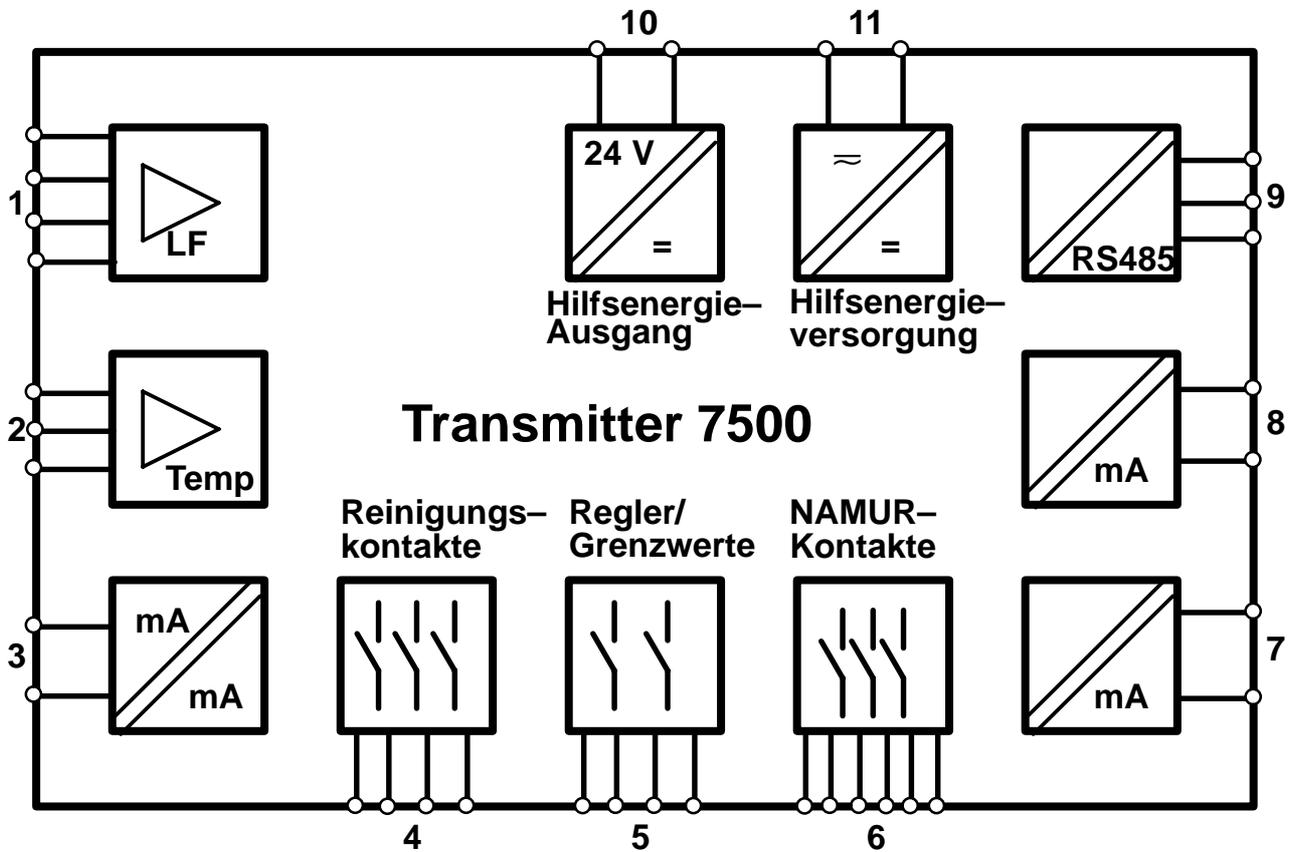

Abb. 1-1 System-Funktionen Transmitter 7500
Abb. 1-1 zeigt die Vielfalt der System-Funktionen. Es können 2-Pol- und 4-Pol-Meßzellen (1) und ein Temperaturfühler (2) angeschlossen werden.